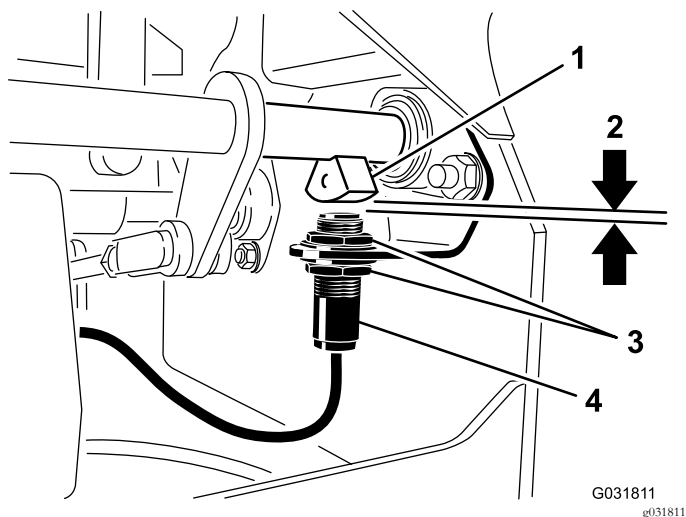

Figura 49
4. Desloque o interruptor para cima ou para baixo no suporte até que a distância entre o sensor do eixo do travão e o êmbolo do interruptor seja de 4 mm, como se mostra na Figura 49.